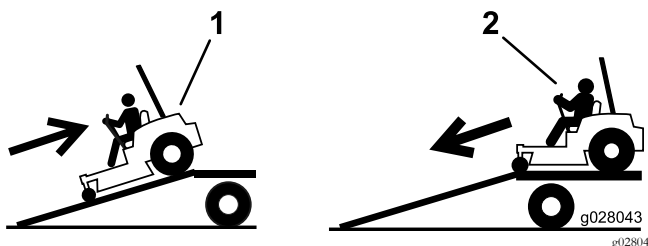

Figure 38
- Arrimez solidement la machine sur la remorque ou le camion à l'aide de sangles, chaînes, câbles ou cordes. Utilisez uniquement les quatre points d'attache désignés de la tondeuse : deux à gauche et deux à droite (voir Figure 38). Utilisez ces points même pour transporter la tondeuse équipée d'un accessoire. L'utilisation de points non désignés risque d'endommager la tondeuse et/ou l'accessoire.
Soyez extrêmement prudent lorsque vous chargez la machine sur une remorque ou un camion, ainsi que pour la décharger. Utilisez une rampe d'une seule pièce et plus large que la machine pour cette procédure. Montez les rampes en marche arrière et descendez-les en marche avant (Figure 38).